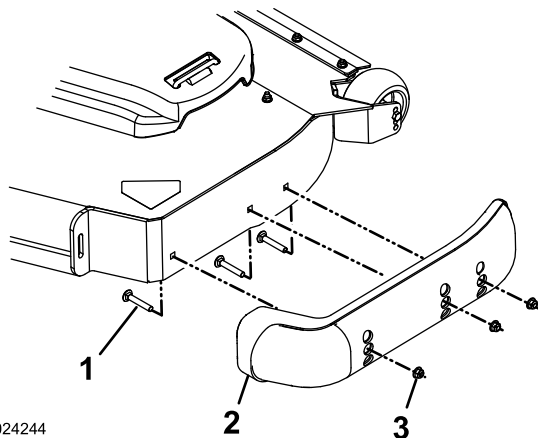

Figure 36
3. Retirez les boulons de carrosserie et les écrous de chaque patin (Figure 36).